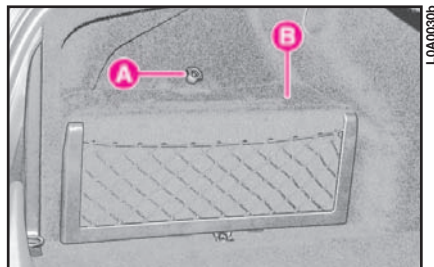

fig. 1
3) Svitare il pomello A (fig. 1) e rimuovere la copertura B.